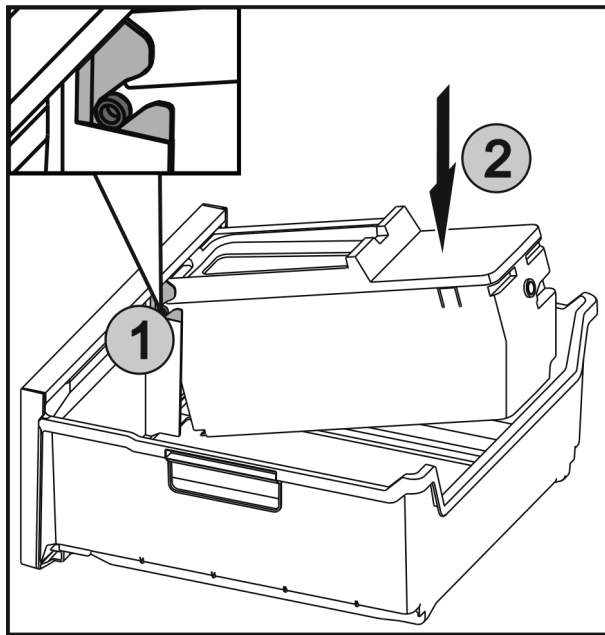

Fig. 50
- ▶ Gredi Fig. 50 (1) predala EasyTwist-Ice vstavite v vodila in zadnjo stran Fig. 50 (2) pritisnite, tako da se spona zaskoči.